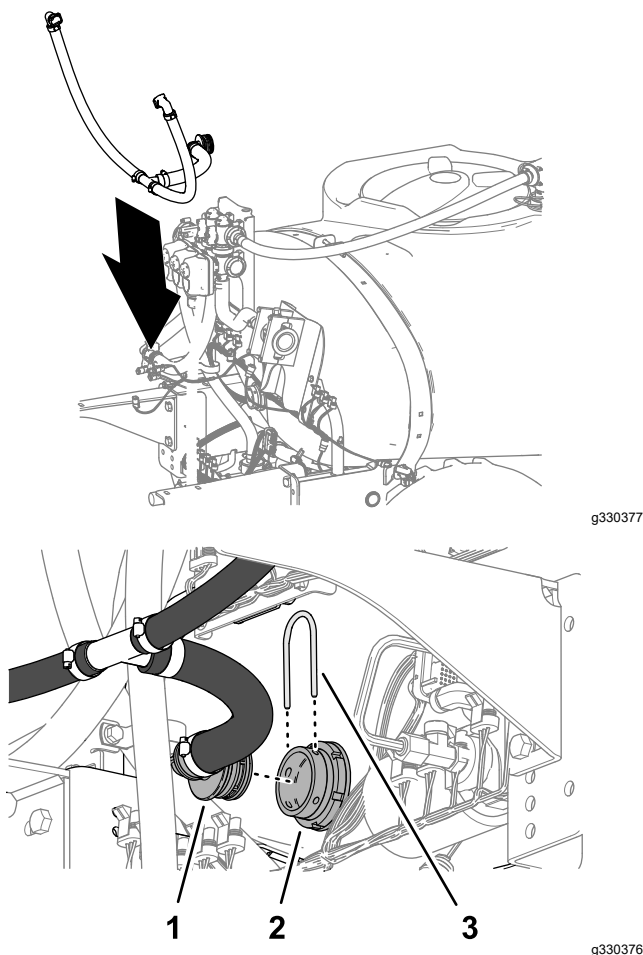

Figura 93
1. Alinee el conjunto de manguera de desvío con el depósito de fumigación (Figura 93).